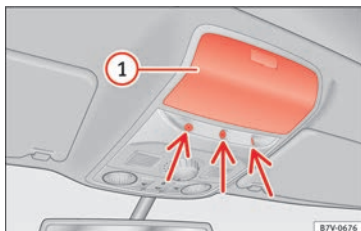

Fig. 133 Sur la console de pavillon : capteurs de protection volumétrique.
» **fig. 133** ① de la console du toit, sans quoi la fonction de surveillance de l'habitacle (flèche) sans restrictions n'est pas garantie.